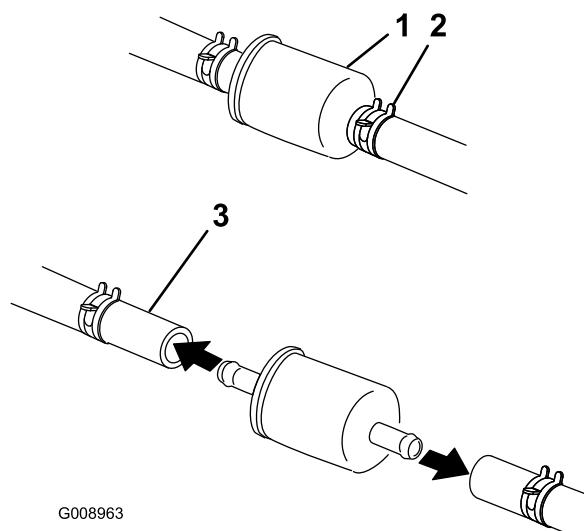

Figura 58
5. Chiudete la valvola di intercettazione del carburante sotto il sedile (Figura 58).
6. Premete le estremità delle fascette stringitubo ed allontanatele dal filtro (Figura 58).
8. Montate un nuovo filtro ed avvicinate le fascette stringitubo al filtro (Figura 58).